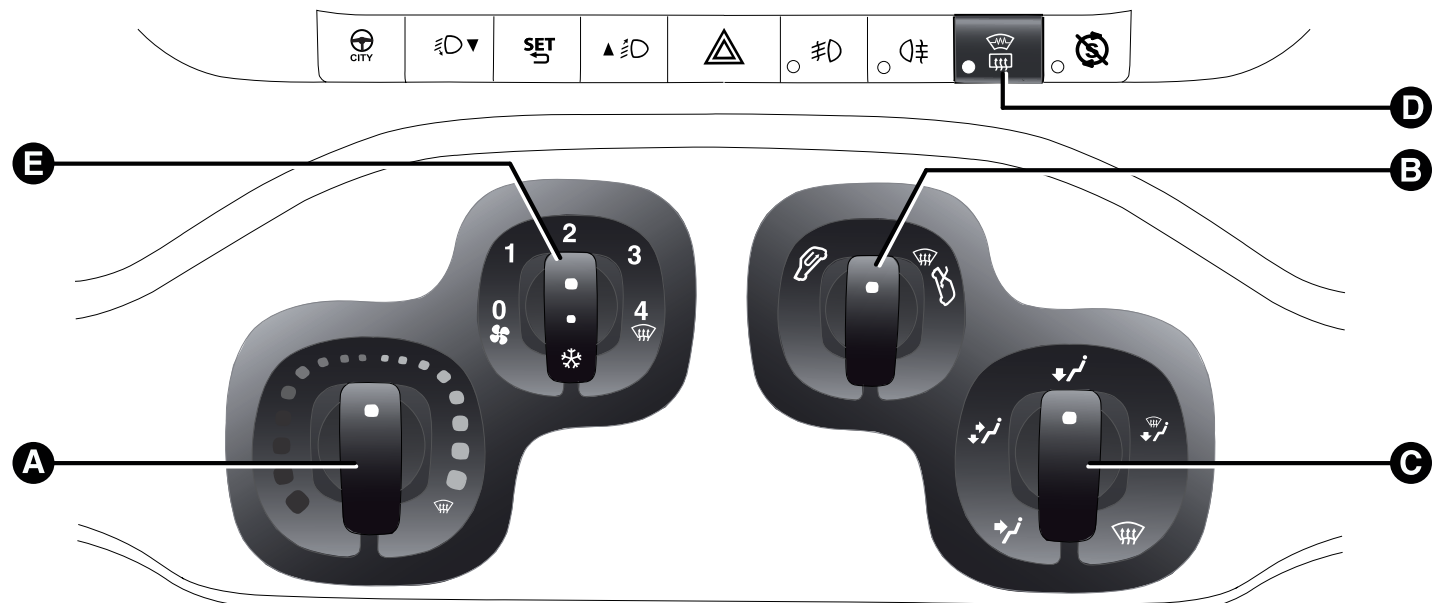

fig. 29
A Manopola temperatura aria (rosso-calda/blu-fredda) fig. 29
B Manopola ricircolo aria fig. 29
C Manopola distribuzione dell'aria fig. 29
D Pulsante attivazione/disattivazione lunotto termico, specchi riscaldati/parabrezza riscaldato (per versioni/mercati, dove previsto) fig. 29.
E Manopola velocità ventilatore ed inserimento/disinserimento climatizzatore fig. 29 (per versioni/mercati, dove previsto). Premendo la manopola si inserisce il climatizzatore, contemporaneamente si accende il LED sulla manopola stessa; questa operazione consente una più rapida prestazione di raffreddamento abitacolo.
- ruotare la manopola A fig. 29 sul settore blu;
- ruotare la manopola A fig. 29 verso destra per aumentare la temperatura;
- ruotare la manopola A fig. 29 sul settore rosso;